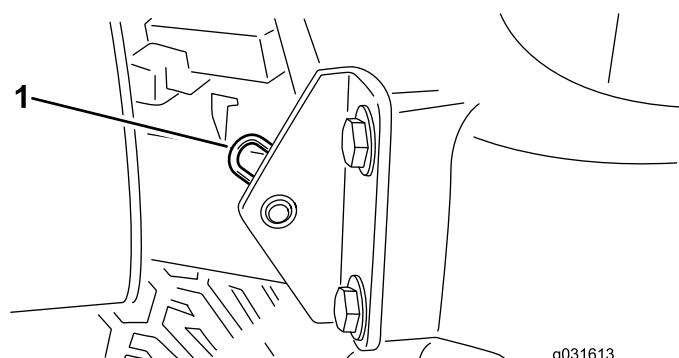

Figura 34
2. Tire o contrapino que fixa a articulação do capot aos suportes de montagem (Figura 34).